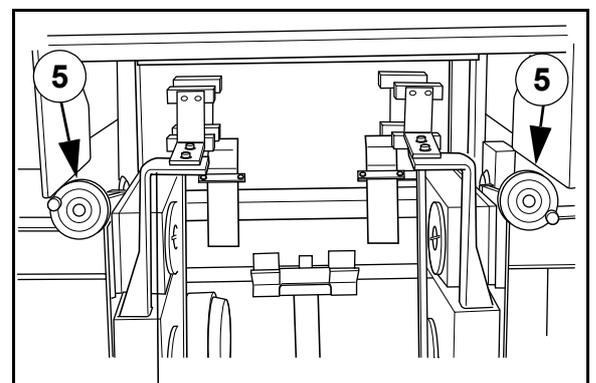

Fig. 21 Regolare la distanza
- 5 Regolare la distanza tra le piastre dei perni di presa ruotando le manopole, vedere Fig. 21. La distanza deve essere: larghezza del nastro (B) più 20-25 mm. su ciascun lato. Le due piastre dei perni devono trovarsi alla stessa distanza dall'asse centrale della macchina.